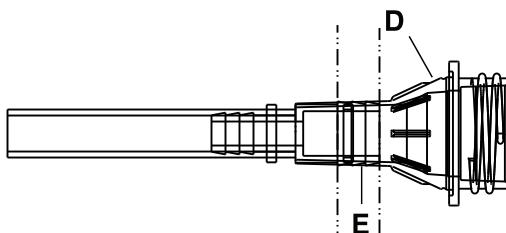

**Figura 5-5: Encaixe acoplador de redução**
5. Com o alicate diagonal, corte cuidadosamente a braçadeira (C) mais próximo da extremidade do lado dos pés da cobertura do colchão, que fixa o tubo LAL e o encaixe acoplador de redução (A) ao corpo da válvula (B) (Figura 5-5 na página 5-20).
5. Com um alicate diagonal, corte cuidadosamente a braçadeira (C) o mais próximo possível da extremidade dos pés da cobertura do colchão, que fixa o tubo LAL e o encaixe acoplador de redução (A) ao corpo da válvula (B) (Figura 5-5 na página 5-20).